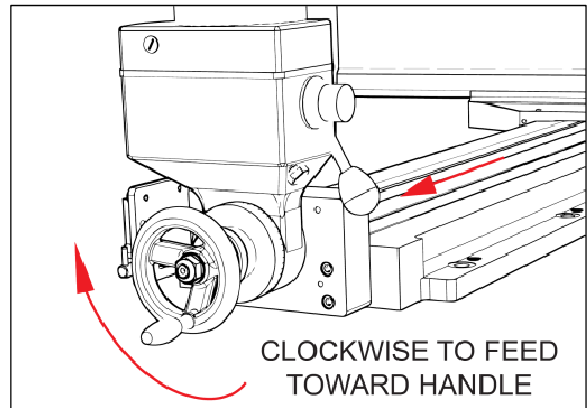

FIGURA 55 DIRECCIÓN DE ALIMENTACIÓN MANUAL ELÉCTRICA
2. Gire el volante hacia la izquierda para alimentar el cabezal de fresado alejándolo del conjunto de alimentación eléctrica. Gire el volante hacia la derecha para alimentar el cabezal de fresado acercándolo al conjunto de alimentación eléctrica (Figura 55).